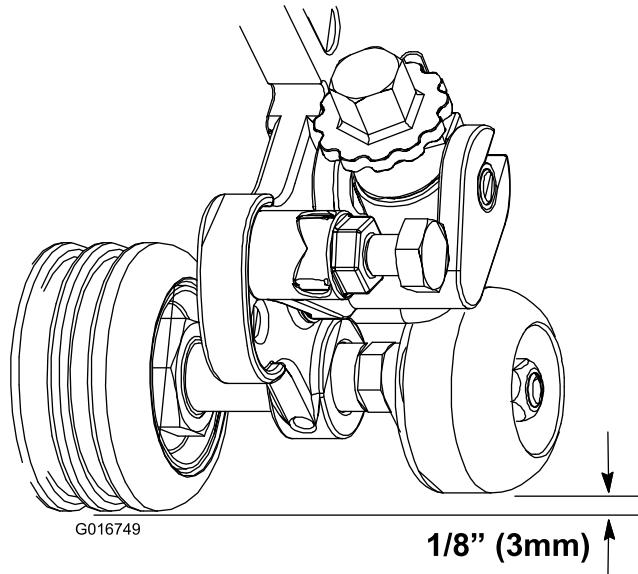

Figure 2
- Tournez le rouleau vers le bas jusqu'à ce qu'il soit 3 mm plus haut que le rouleau avant (Figure 2).